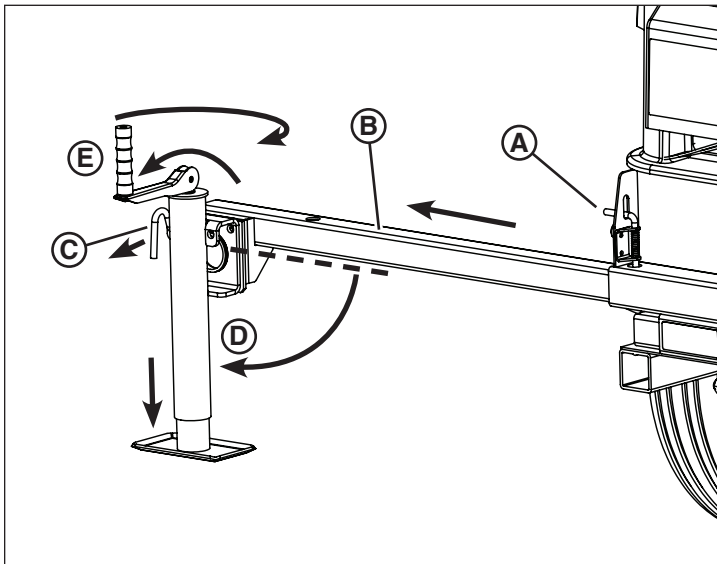

Figure 12
- a. Soulever la goupille de verrouillage du longeron (A, Figure 12).
- b. Sortir le longeron (B, Figure 12) en le glissant jusqu'à ce que la goupille se bloque en position de fonctionnement.
- c. Tirer la goupille de blocage du bras stabilisateur (C, Figure 12) qui fixe le bras stabilisateur en position de transport et tourner le longeron en position de fonctionnement (D). S'assurer que la goupille verrouille le bras stabilisateur en place.
- d. Déplier la poignée (E, Figure 12) du bras stabilisateur, puis tourner dans le sens horaire pour abaisser le longeron jusqu'à ce que le pied du longeron soit fermement planté dans la surface du lieu de travail.